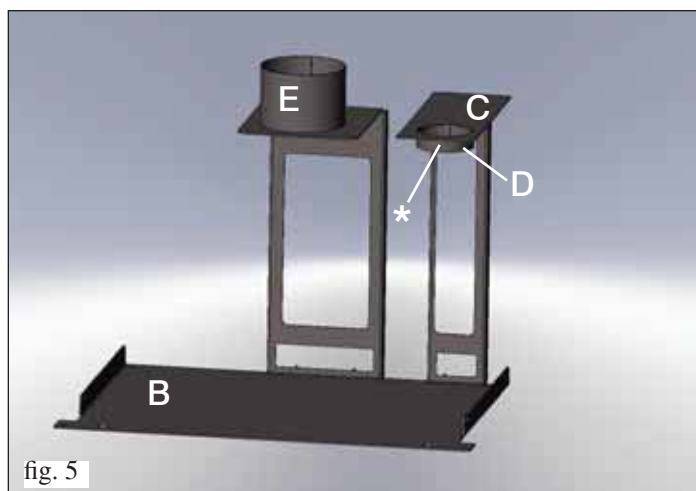

fig. 5
- Tagliare il tubo a misura e calzare il terminale del tubo stesso al collare della staffa di centraggio (E fig. 3 a lato e fig. 5 a pag. 11) e fissarlo tramite le fascette in dotazione.
• Calzare la canna fumaria sul collare della staffa (**C**) appoggiandolo sulla apposita vite (\*) (fig. 5).
• Calzare il tubo di carico pellet sul collare della staffa (**E** fig. 5 a lato e fig. 3 a pag. 9) fissandolo con la fascetta in dotazione.